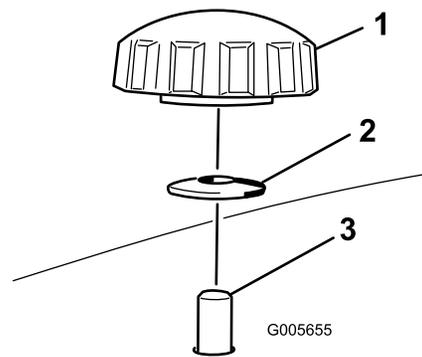
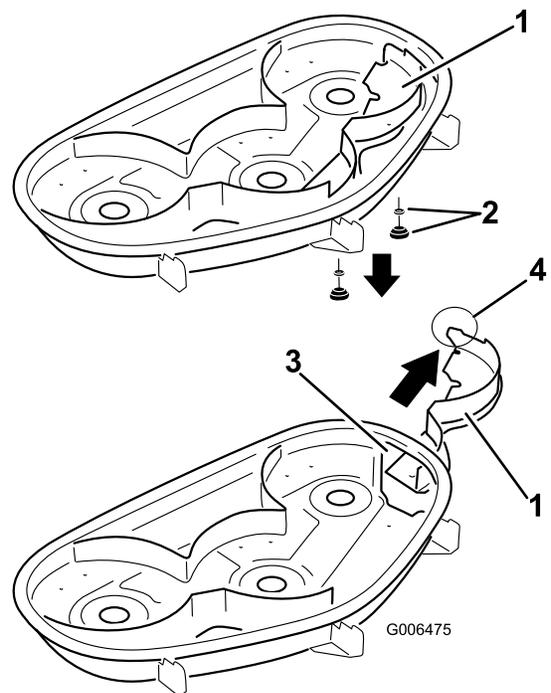

Figura 29
Figura 30
4. Retire los 2 pomos y las arandelas curvas que sujetan el deflector derecho al cortacésped, según se muestra en Figura 29.
5. Retire el deflector derecho y baje el deflector de hierba sobre el orificio de descarga, según se muestra en Figura 30 y Figura 29.
4. Pase el deflector derecho por el orificio de descarga y fíjelo con 2 pomos y arandelas curvas (cara ahuecada hacia el cortacésped) según se muestra en Figura 29 y Figura 30.